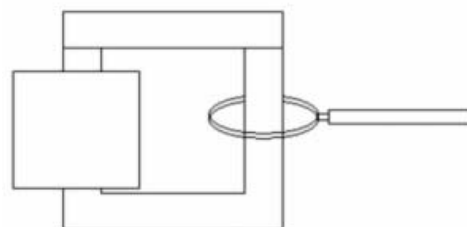

Fig. 1: Representação esquemática de um forno de indução
- Montagem da experiência conforme a fig. 1.